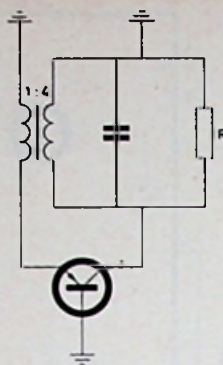

Fig. 19
③ In fig. 19 is het wisselstroomschema van een transistor-oscillator gegeven. De ideale transformator heeft een wikkerverhouding van 1 : 4. De belastingsweerstand R bedraagt 10Ω . Van de transistor is gegeven, dat in gemeenschappelijke basisschakeling de stroomversterkingsfactor $\alpha = 0,95$ (onafhankelijk van de transistorinstelling) en de ingangsweerstand $= \frac{25}{I_E} \Omega$ (I_E is de emitterstroom in mA). Gevraagd: Bij welke waarde van de emitterstroom I_E kan de schakeling juist oscilleren?